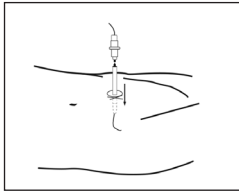

Figure 3
11. Remove introducer catheter and thread tip of 8 Fr. catheter over guidewire (be certain that sufficient wire guide length remains exposed at hub end of catheter to maintain firm grip on wire guide). Grasping near skin, advance catheter to required depth in peritoneal cavity (refer to Figure 3).
11. Retirer le cathéter d'introduction et l'embout fileté du cathéter 8 Fr. sur le fil-guide (garder une longueur suffisante du fil-guide exposée à l'embase du cathéter pour maintenir fermement le fil-guide). En saisissant près de la peau, faire avancer le cathéter à la profondeur requise dans la cavité péritonéale (se référer à la Figure 3).